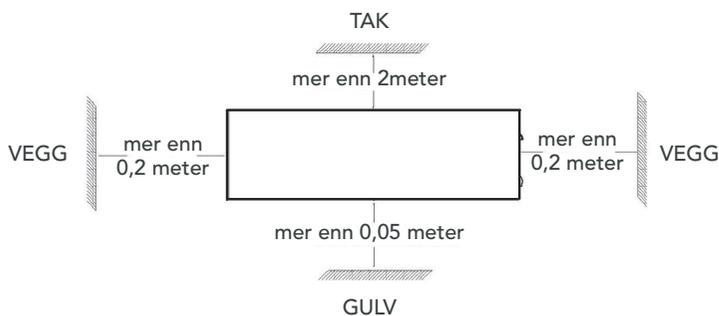

Fig. 2
- 1 Det må være tilstrekkelig plass rundt varmeovnen når den er montert. Se fig. 2